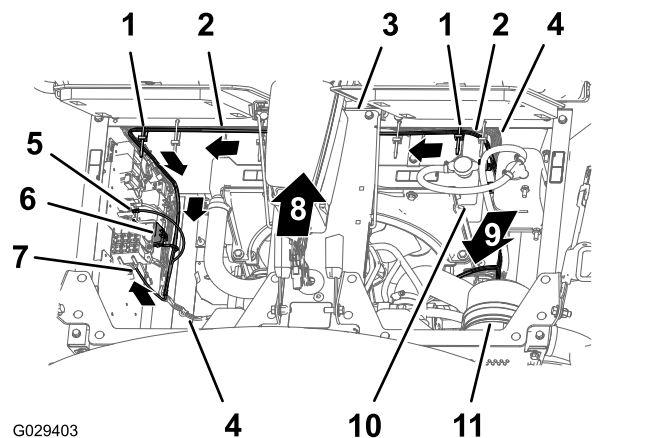

Figura 12
- Encaminhe a secção da cablagem de 197 cm do compartimento do motor para baixo ao longo do lado esquerdo do radiador, através da parte inferior do painel eléctrico (Figura 12).
- Prenda a cablagem do kit de acabamento à cablagem da máquina com duas braçadeiras de cabos como se mostra na Figura 12.